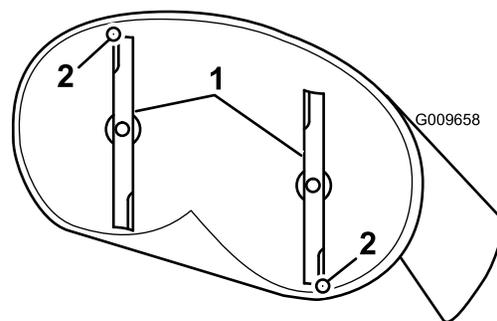
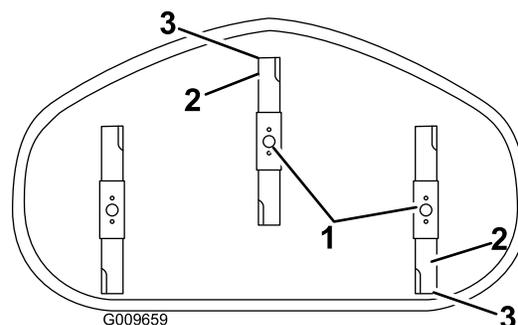

Figure 62
Figure 63
- Faites pivoter les lames avec précaution pour faire passer les pointes avant à l'arrière (Figure 62 et Figure 63).
- Mesurez la distance entre la pointe de la lame avant et la pointe de la lame arrière par rapport à la surface plane (Figure 62 et Figure 63).
9. Une fois le réglage effectué, vérifiez à nouveau l'inclinaison avant/arrière des lames ; continuez d'ajuster l'écrou jusqu'à ce que la pointe avant de la lame soit de 1,5 à 8 mm plus bas de la pointe arrière (Figure 62 et Figure 63).